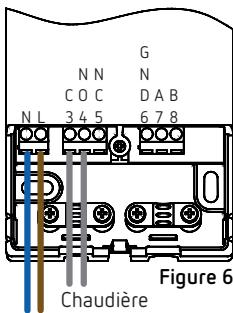

Figure 6
- Exécutez les connexions électriques suivant les dispositions du chapitre «Schémas de raccordement» du mode d'emploi complet. Un schéma de connexion simplifié est présenté ci-après (figure 6).